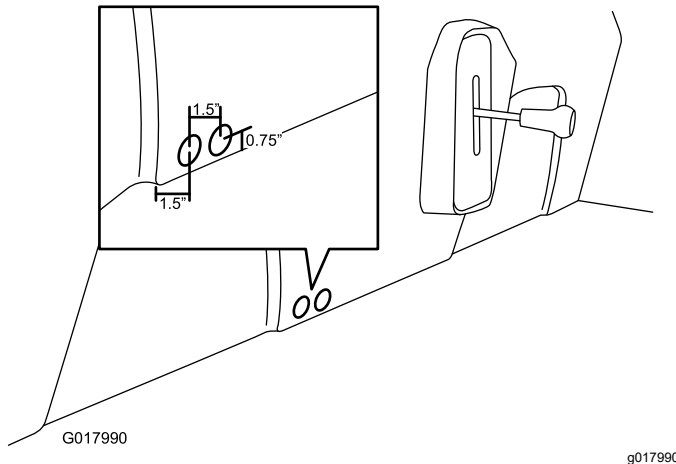

Bild 31
1. Markieren und bohren Sie zwei Löcher in das Sitzunterteil mit einer Lochsäge (1"), wie in **Bild 31** dargestellt.